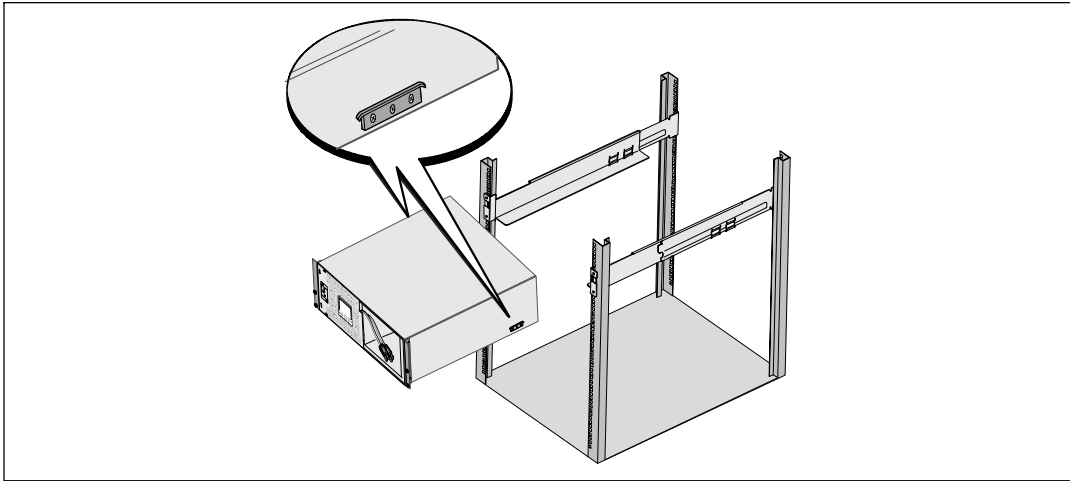

図13. キャビネットの設置方法
- 6 キャビネットをラックにスライドして取り付けます（図13を参照）。その他のキャビネットも同じ方法で固定します。